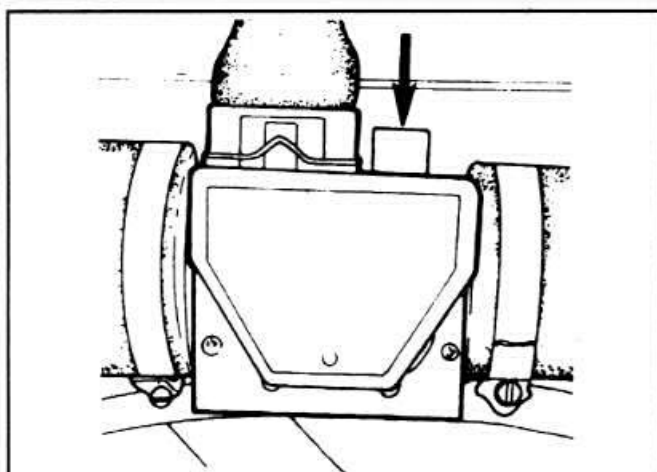

Рис. 2-8. Стрелкой показан регулировочный винт содержания CO в отработавших газах
- При несоответствии содержания CO указанным пределам снять заглушку регулировочного винта CO, расположенного на измерителе расхода воздуха (рис. 2-8) и поворачивать регулировочный винт на небольшие углы до тех пор, пока не будет получена требуемая величина содержания CO.